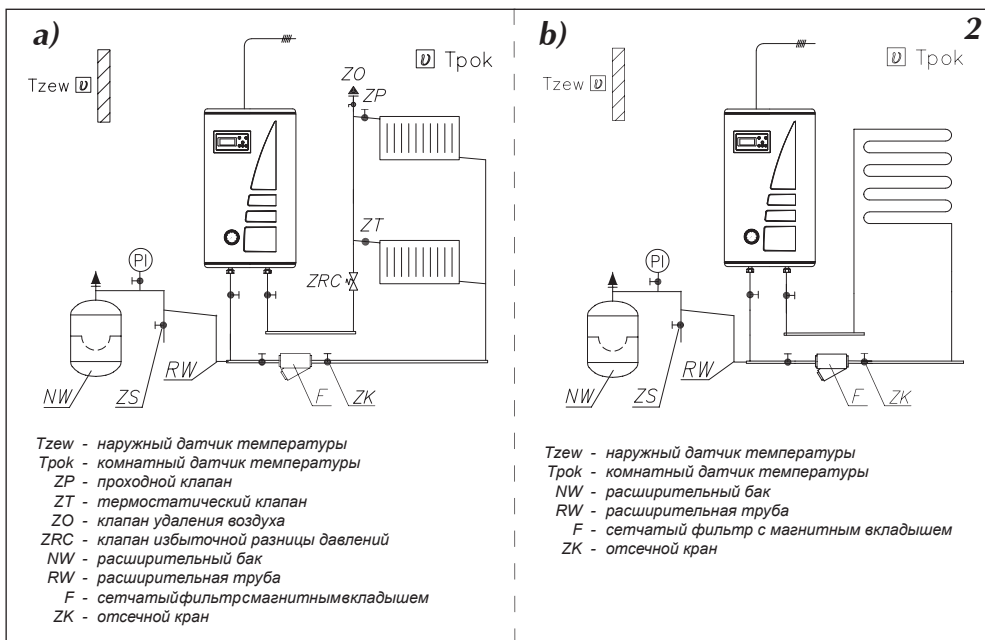
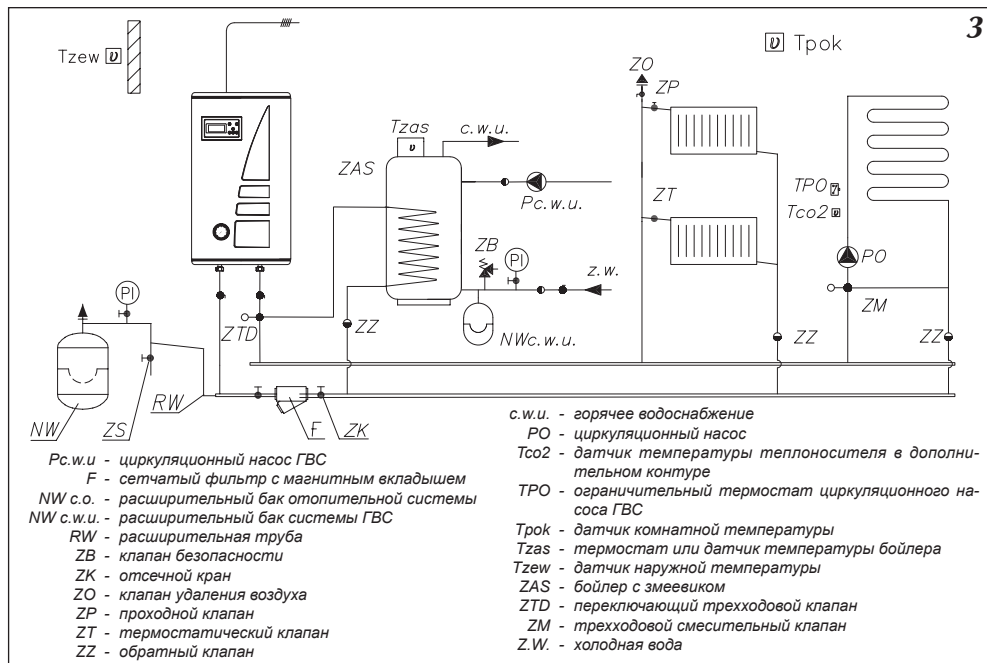
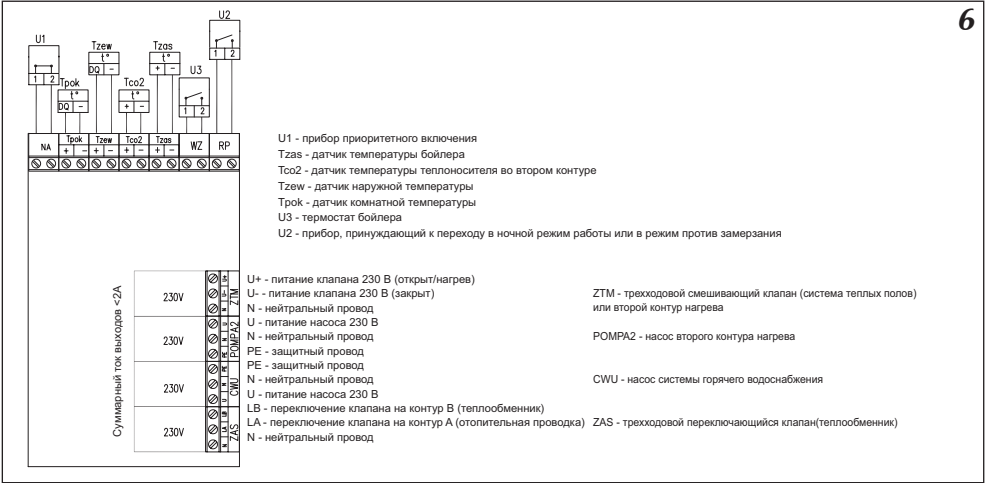

Рис.2 Примерная схема отопительной системы
Рис.3 Примерная схема отопительной системы – радиаторы, обогрев теплых полов, бойлер ГВС.
Рис.6 Подключение наружных устройств к плате ZIO.
2. Подключить котел к отопительной проводке, оснащенной отсечными кранами (рис.2 и рис.3).
- на модуле ZIO замкнуты клеммы NA (см. рис. 6),
К котлу ЕКСО.М1z можно подключить, в зависимости от потребности, ряд дополнительных приборов или необходимых датчиков (рис. 6).
К котлу ЕКСО.М можно подключить прибор приоритетного включения – например проточный водонагреватель (рис.6), который будет выключать нагрев котла. Это решение используется с целью ограничения потребления максимальной мощности. Приоритетный прибор должен иметь выход сигнального управления. Прибор приоритетного включения подключается при помощи провода (напр. LIYY 2х0,14) к клеммам „NA” на плате ZIO. На клеммы „NA” запрещается подавать какое-либо напряжение! Перед подключением приоритетного прибора следует проверить имеет ли он выход сигнального управления. Если приоритетный прибор может управлять только сигналом напряжения, следует использовать соответствующее реле. **Неиспользуемые клеммы NA следует оставить в замкнутом состоянии!**
Из этих двух способов можно выбрать один при помощи соответственной установки в сервисном меню. Способ подключения клемм термостата и датчика температуры в теплообменнике представлен на рис.6.
На электронном модуле рис.6 имеются клеммы ZAS. На клемму LB подается напряжение 230В в случае, если есть необходимость догрева воды в теплообменнике. На клемму LA подается напряжение 230В в случае, если котел греет теплоноситель в отопительной проводке. К этим клеммам можно подключить трехходовой клапан, который будет переключать отопительный контур на запитку теплообменника. В случае запитки теплообменника температура теплоносителя стандартно устанавливается на уровне 80°С. Эту величину можно изменить в сервисном меню. Одним из рекомендованных компаний Kospel трехходовых клапанов является клапан VCZMH6000E с серводвигателем VC6012ZZ00 и кабелем 45900445-013В. Управление этим клапаном осуществляется подачей сетевого напряжения 230В~ на один из двух проводов – коричневый или черный. Синий провод следует подключить к нейтральному проводу сети питания. Подача питания на коричневый провод приведет к переключению клапана в положение, при котором открывается проход между входом"AB" и выходом "B". Подача питания на черный провод приведет к переключению клапана в положение, при котором открывается проход между входом"AB" и выходом „А". Обозначение входа „AB" и выходов „А", „В" нанесено на клапан.
На рис. 6 представлен способ подключения трехходового клапана к котлу. Принято, что выход горячего теплоносителя из котла подключен к входу „AB” переключающегося клапана а выходы А и В служат соответственно для:
- Коричневый провод кабеля 45900445-013В подключить к клемме LB согласно рис. 6.
- Синий провод кабеля 45900445-013В подключить к клемме „N” согласно рис. 6.
Котел ЕКСО.М1z может управлять насосом системы горячего водоснабжения. Управление основано на включении или выключении этого насоса в зависимости от установленной суточной программы. Таким образом насос можно отключить, например на ночь. Насос подключается к плате ZIO согласно рис.6. Напряжение питания насоса – 230В.
Разъем ZTM на плате ZIO22 рис.6 служит для подключения смесительного клапана запитки второго контура (рис.3 кран ZM). Этот контур должен быть приспособлен для запитки более низкими температурами чем в отопительной системе. Например, если отопительный контур запитывается температурой 85°C (см „Сервисное меню” параметры WChG,WChG2, Tcomax и Tc2max), второй контур может служить для запитки системы Теплый пол максимальной температурой 60°C. В этом случае следует помнить о установке дополнительной защитной арматуры, предохраняющей от появления слишком высокой температуры во втором контуре. Для измерения температуры во втором контуре используется датчик типа WE-008.
На плате ZIO рис.6 имеется разъем RP, замыкание которого приводит к переходу котла в режим работы против замерзания или в ночной режим работы. Выбор одного из этих режимов осуществляется в сервисном меню. Также как и на разъем NA, на него нельзя подавать напряжение!